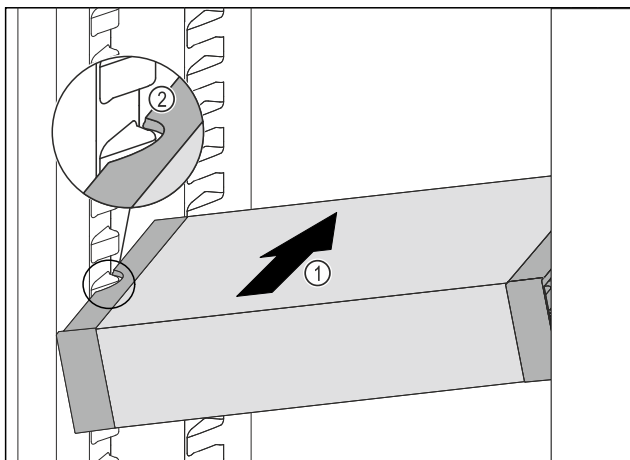

Fig. 71
- ▶ VarioSafe schuin in het koelgedeelte schuiven Fig. 71 (1), tot de uitsparingen aan de zijkant Fig. 71 (2) van de VarioSafe op de hoogte van de rib in het koelgedeelte zitten.